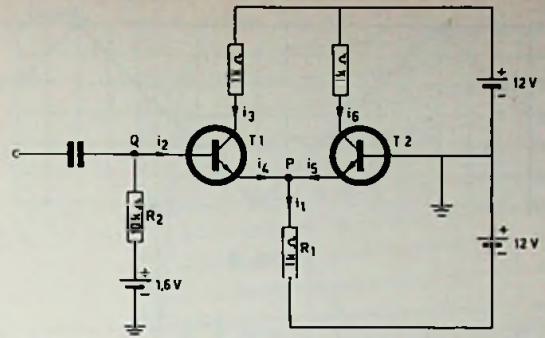

FIG. 5
① Elk der transistoren in fig. 5 heeft een stroomversterkingsfactor $\alpha_E = 50$ en een basis-emitterspanning $U_{BE} = 0,5 \text{ V}$.